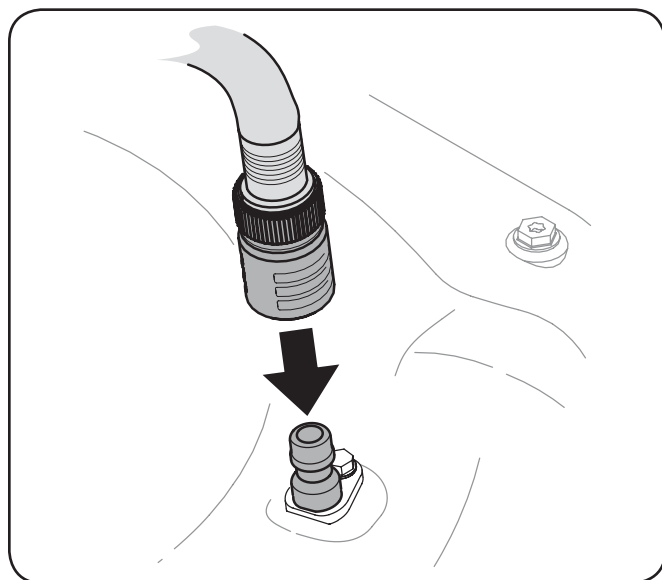

Figure 6-2
3. Una el acople de la manguera al puerto de agua que se encuentra en la superficie de la plataforma. Vea la Fig. 6-2.